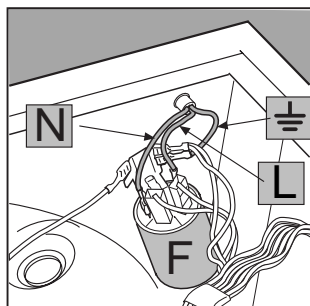

Fig. 4
3. Déconnectez les câbles du filtre antiparasite **F** [fig. 4] en repérant bien leur emplacement